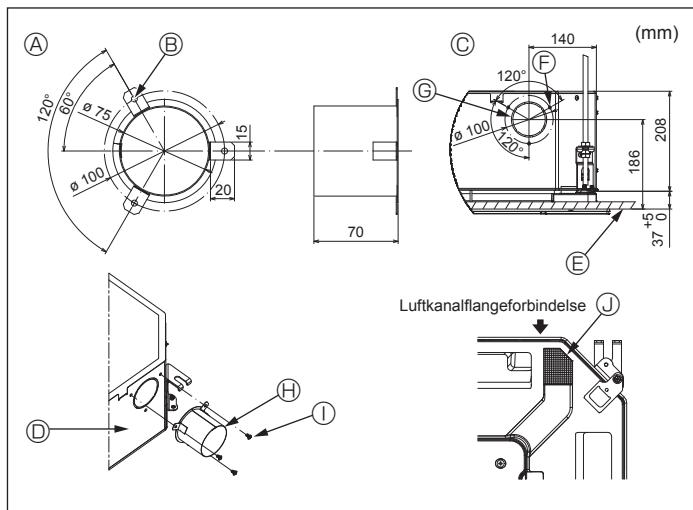

Fig. 2-3
2.3. Installation af luftkanal (i tilfælde af friskluftsindtag) (Fig. 2-3)